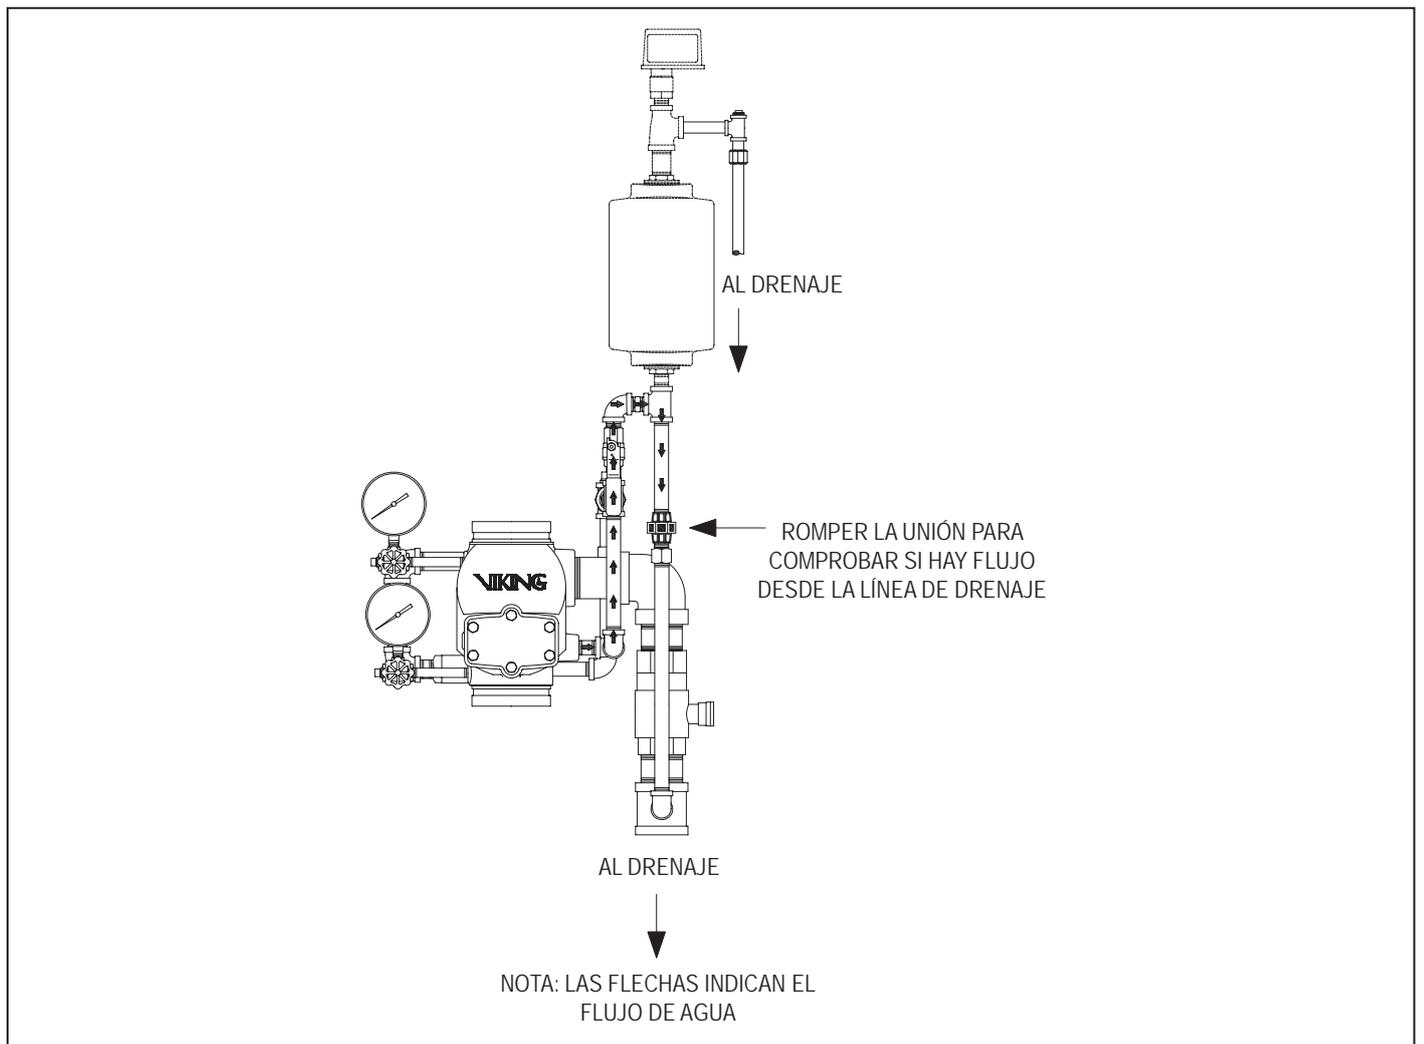
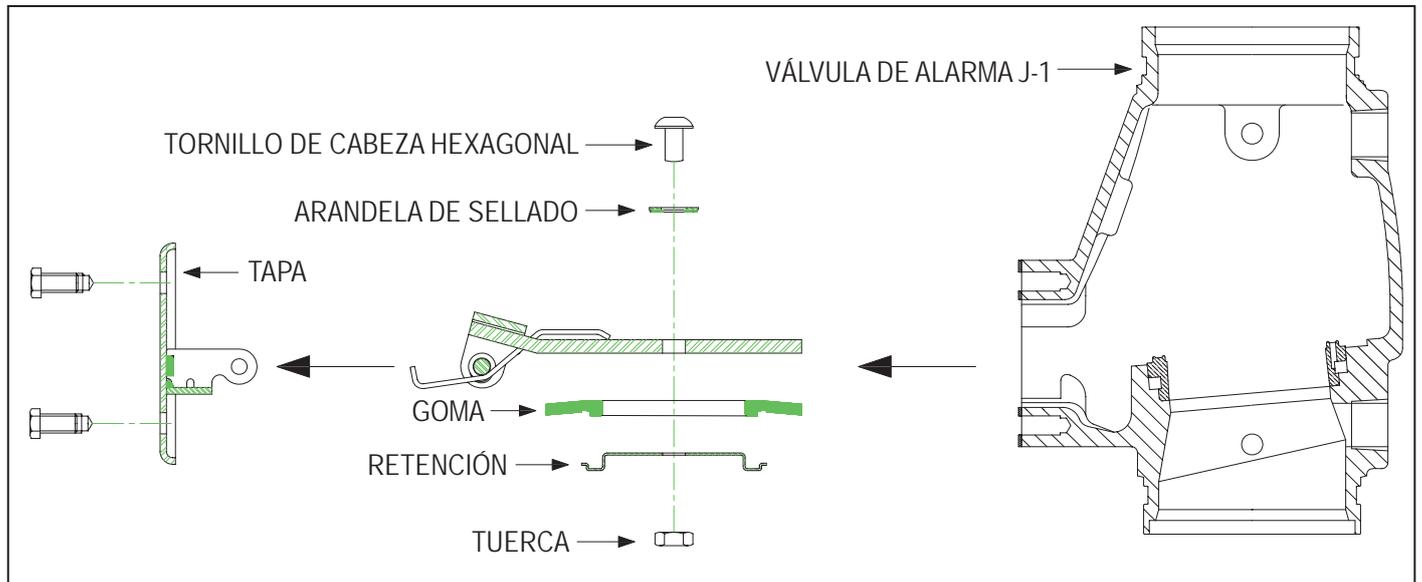

Figura 60
Figura 61
3. Si la válvula de retención y derivación no gotea, el siguiente paso a seguir es limpiar o cambiar la junta de goma de la clapeta de la válvula de alarma (ver la Figura 60). Empezar por romper la unión en la línea de drenaje de la cámara de retardo para comprobar el flujo desde la línea de drenaje. Si hay flujo, vaciar el sistema y quitar la placa frontal donde está conectado el conjunto de la clapeta. Para sustituir la goma, quitar el tornillo de cabeza hexagonal, la retención de goma y la goma de la clapeta (véase la Figura 61). Volver a montarlo invirtiendo el proceso. Después de instalar la clapeta y la placa frontal, volver a poner el sistema en servicio, realizar una prueba de alarmas y la prueba de flujo en la tubería ascendente, según se especifica en las hojas técnicas de Viking.